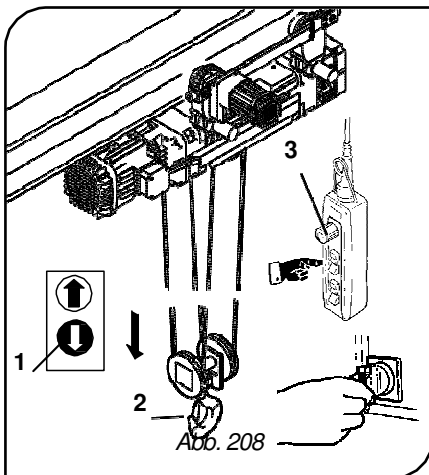

Abb. 208
1. Drücken Sie den Druckknopf „Senken“ **-1-** auf der Druckknopfplatte, bis sich die Hakenflasche in maximaler Absenkposition (Tiefpunkt) **-2-** befindet, und nehmen Sie eventuell am Haken befindliche Lasten ab (Abb. 208).
2. Unterbrechen Sie die Betriebsspannung des E-Zugs, indem Sie den Not-Aus-Taster **-3-** drücken und den Hauptschalter auf „O“ oder „OFF“ stellen. Begeben Sie sich unter den nötigen Sicherheitsvorkehrungen in den Arbeitsbereich und bewahren Sie die Druckknopfplatte in der Höhe auf, um zu vermeiden, dass sie vom Boden aus betätigt werden kann (Abb. 208).
1. Drücken Sie den Druckknopf „Senken“ **-1-** auf der Druckknopftafel, bis sich die Hakenflasche in maximaler Absenkposition (Tiefpunkt) **-2-** befindet und nehmen Sie eventuell am Haken befindliche Lasten ab (Abb. 208).